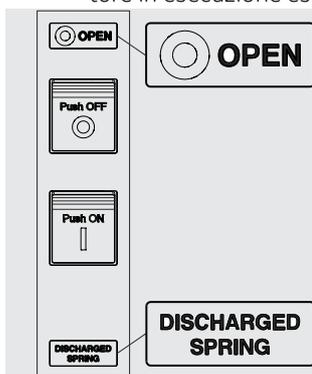

Figura 81
- Interruttore aperto con molle scariche (vedi Figura 81).